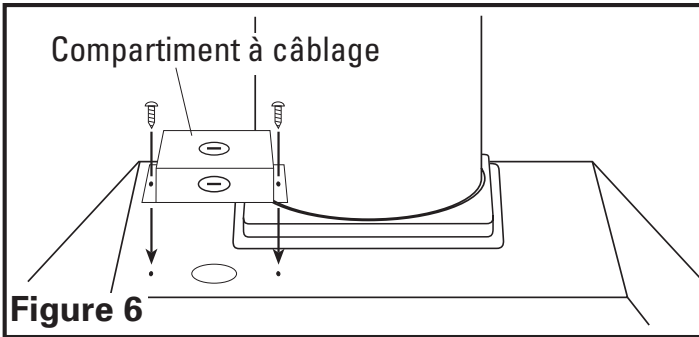

Figure 6
- Fixez le compartiment de câblage à l'unité de puissance avec deux des vis #6 à tête épointée comprises (**Figure 6**).